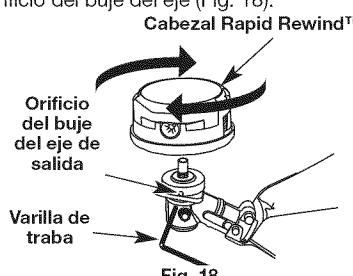

Fig. 18
- Alinee el orificio del buje del eje con la ranura de la varilla de traba e inserte la varilla de traba en el orificio del buje del eje (Fig. 18).